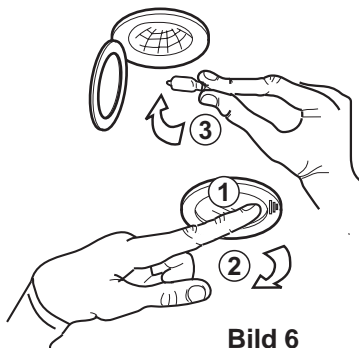

Bild 6
- Die Lampenabdeckung (2) drücken (1) und aushaken. **Bild 6.**
- Die defekte Lampe gegen eine gleichartige austauschen (3).